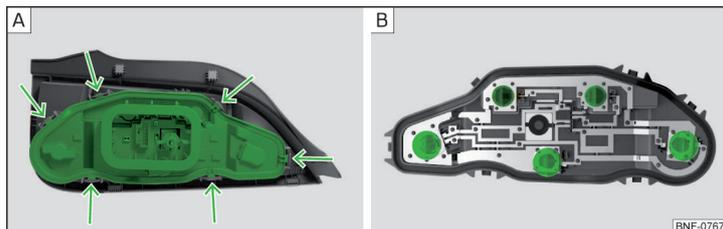

Fig. 180 Parte interior de la lámpara
- Presionar la lengüeta de fijación en el portalámparas » fig. 180 - **A** y retirar el soporte de la luz.
- Gire la bombilla respectiva hasta el tope **en sentido contrario** al de las agujas del reloj y extráigala del soporte » fig. 180 - **B**.